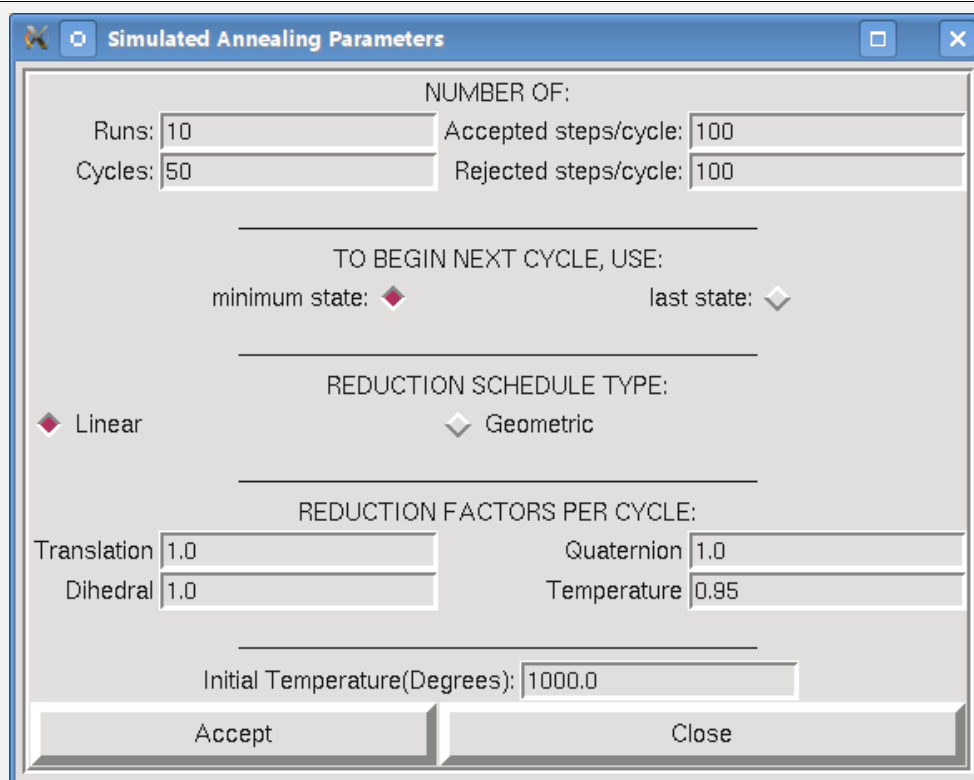

图25: **Simulated Annealing Parameters**对话框
1. ADT菜单: **Docking** → **Search Parameters...** → **Simulated Annealing Parameters...** 设置模拟退火算法参数 (图25):